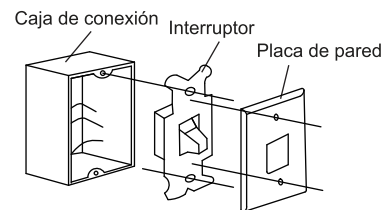

Fig. 28
Paso 1. Retire la placa de pared existente y el interruptor viejo de la caja de conexión de la pared. Desconecte los cables. (Fig. 28)